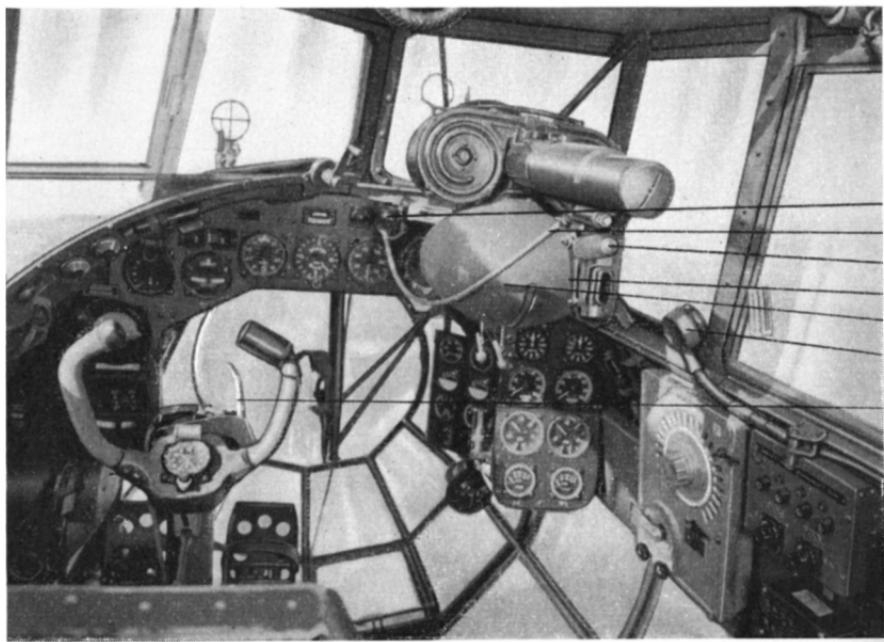

Abb. 3
3. Es ist darauf zu achten, daß das Bowdenkabel zum Abzugstück (2), Abb. 3, genügenden Durchhang hat. Es darf nicht straff angezogen werden, damit die Beweglichkeit der Waffe und die Funktion des Abzugstückes nicht behindert werden.